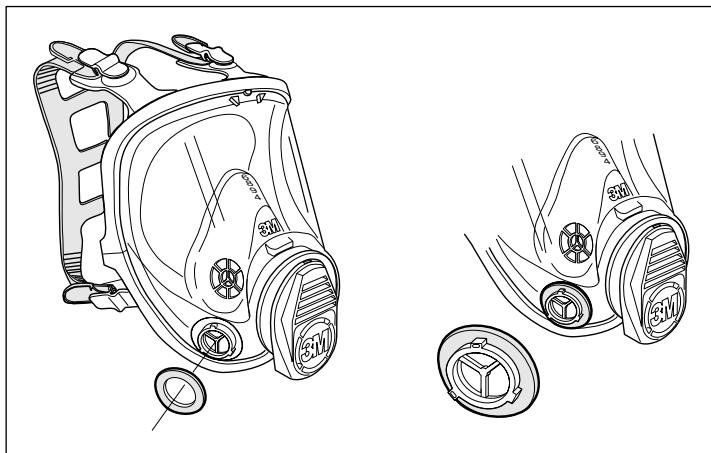

Fig. 9
• Garniturile de inspirație (Fig. 9)